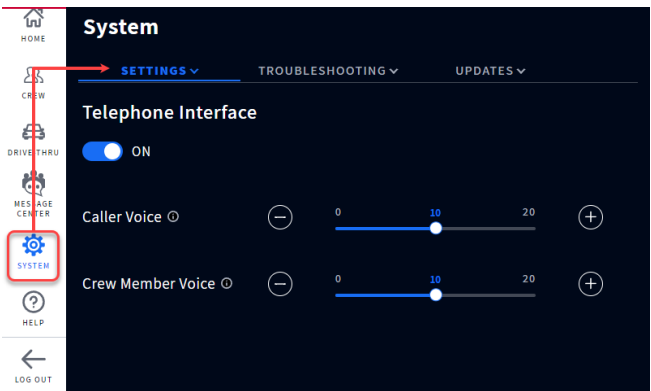

Fig. 11.4
2. Connectez-vous à la station de base et allez sur Système>Paramètres. Sélectionnez Interface téléphonique dans la liste déroulante, (Fig. 11.4). Mettez l'interrupteur en MARCHE et, si nécessaire, utilisez les curseurs pour régler les niveaux de volume.